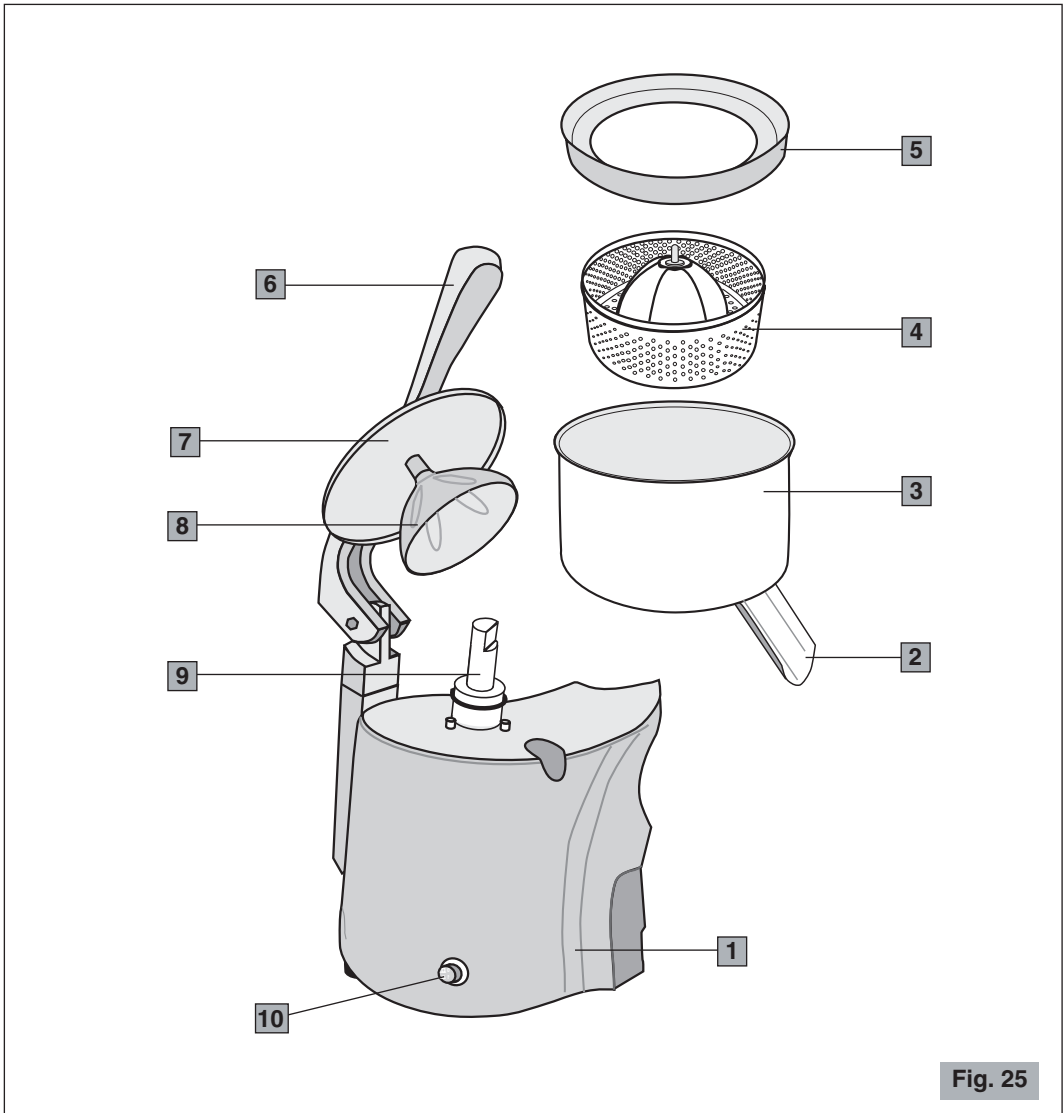
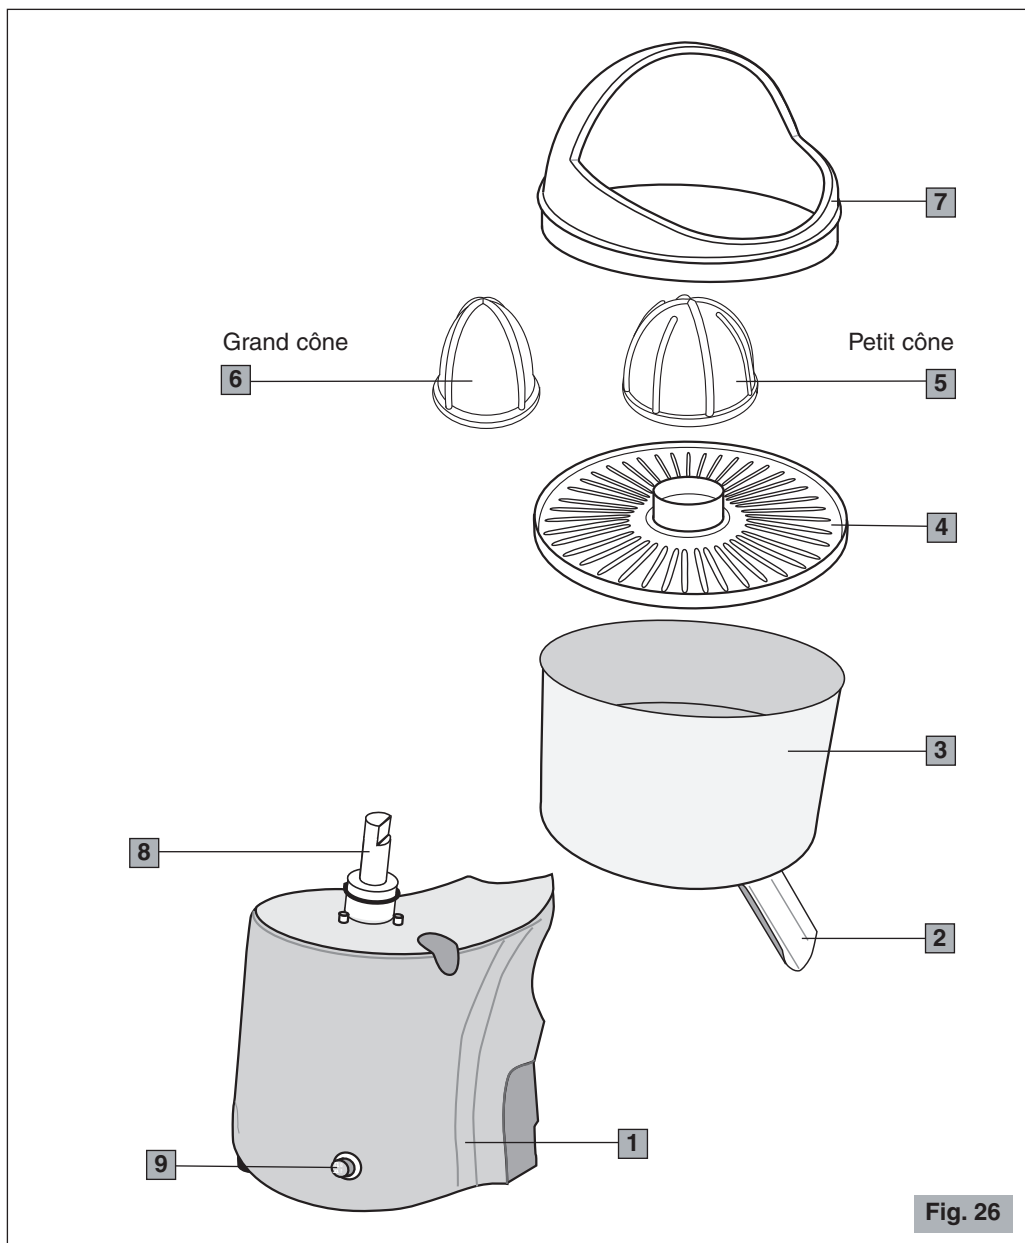

Fig. 25
Fig. 26
Composants principaux (Fig. 25 - Fig. 26)
Modèle automatique à poignée (Fig. 25)
Modèle semi-automatique (Fig. 26)
- !** **1ère utilisation** : rincer à l'eau courante tous les éléments en contact avec les aliments : bec verseur, cuve à jus, cône presse-pulpe, filtres, anneau e couvercle anti-projection, coupelle de pressage, cônes, dôme (voir Fig. 25 et Fig. 26).